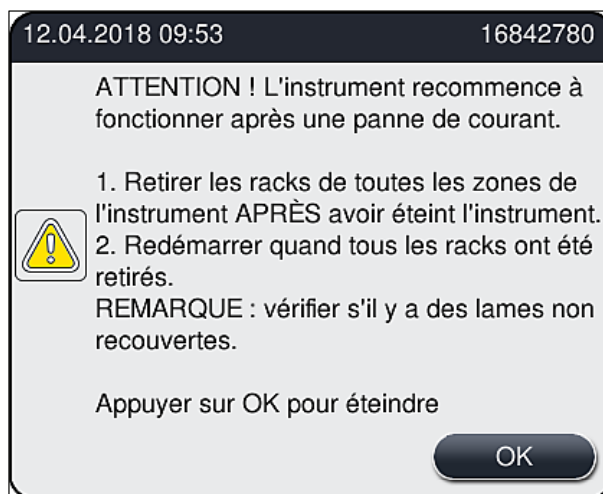

Fig. 109
- Après la restauration de l'alimentation électrique, l'appareil redémarre automatiquement. L'utilisateur est prévenu de la panne de courant par un message d'information (→ Fig. 109) affiché à l'écran, et l'événement est enregistré dans le journal des événements.
- ① Après la restauration de l'alimentation électrique, l'appareil redémarre automatiquement. Le système émet un signal sonore d'avertissement et un message d'avertissement est affiché à l'écran (→ Fig. 109).
Suivez ensuite les instructions du message d'information (→ Fig. 109) et sortez les lames de l'appareil.